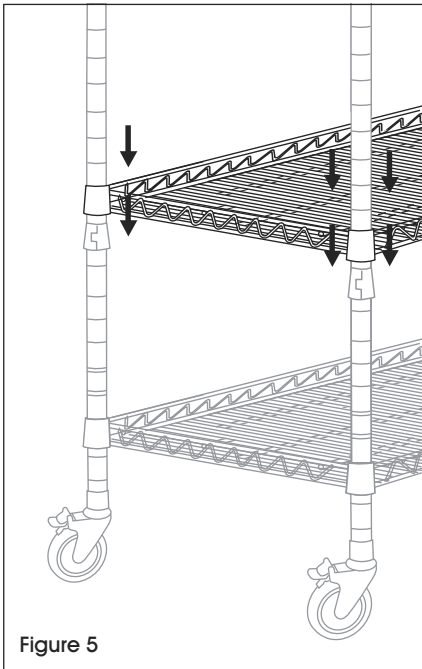

Figure 5
- Determine the height of the next shelf, snap on supports then add and secure shelf. (See Figure 5)
- Déterminez la hauteur de la tablette suivante, installez les supports de tablette, puis ajoutez et fixez la tablette. (Voir Figure 5)